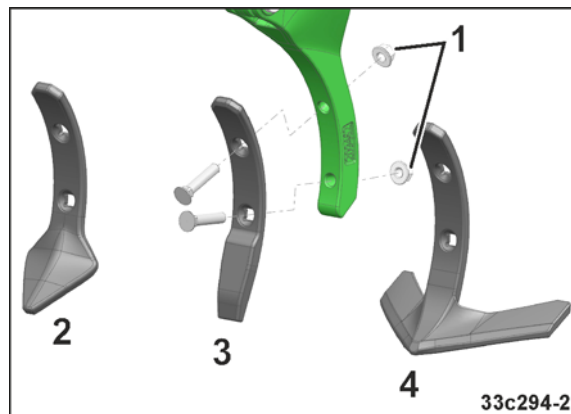

Fig. 184
1. Soltar las tuercas de fijación (Fig. 184/1).
3. Apretar las tuercas de fijación (Fig. 184/1).
Reja de aleta (Fig. 184/4)	grande
Reja de corazón (Fig. 184/2)	↓
Reja estrecha (Fig. 184/3)	pequeña